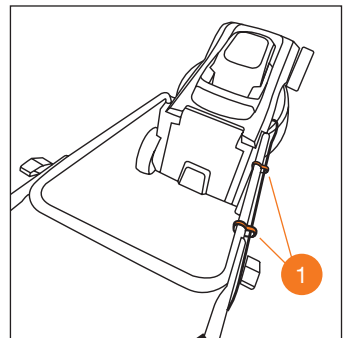

рис. 7
3. Закрепите электрический провод с помощью пластиковых прижимных клипс **1** (Рис. 7).